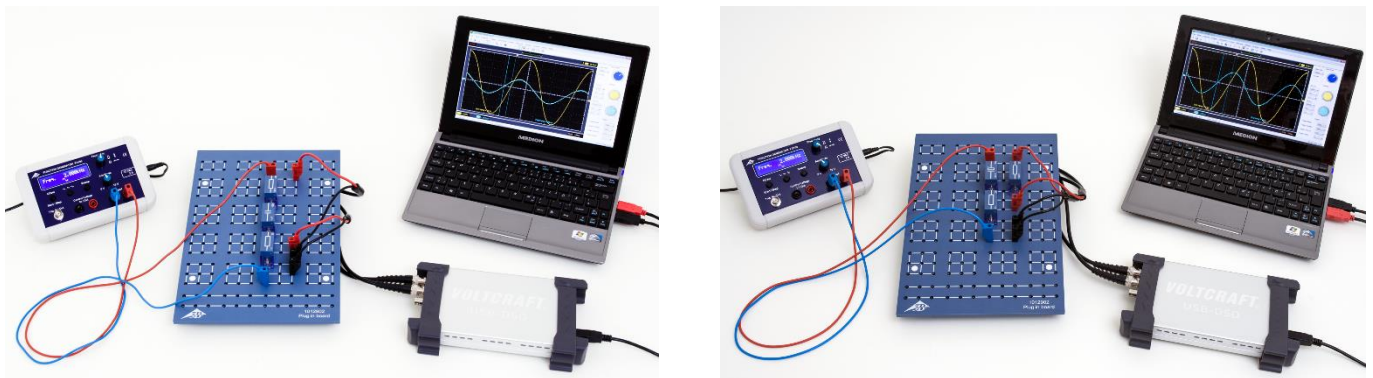

Fig. 1: Disposição de medição com ligação em série (esquerda) e em paralelo (direita).
- Montar a disposição de medição para a ligação em série (Fig. 1, esquerda) conforme esquema de ligações (Fig. 2) com $R_m = 1 \Omega$, $R = 100 \Omega$ e $C = 10 \mu F$.
- Montar a disposição de medição para a ligação em paralelo (Fig. 1, direita) conforme esquema de ligações (Fig. 3) com $R_m = 1\ \Omega$, $R = 100\ \Omega$ e $C = 10\ \mu\text{F}$.